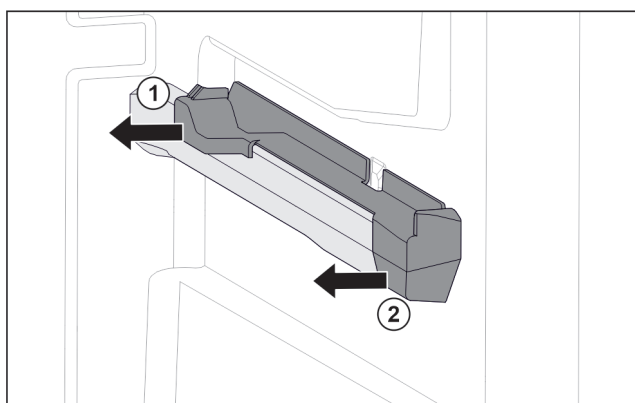

Fig. 153 Felhúzó elem a jobb oldali tartóbordán
- ▶ Oldalra húzza le a felhúzó elemet. Fig. 153 (1)
- ▶ Húzza előre felé a felhúzó elemet. Fig. 153 (2)